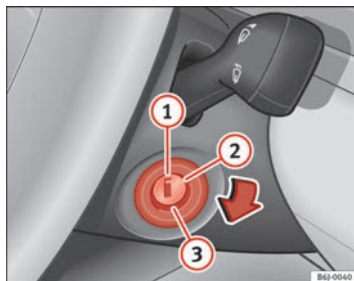

Fig. 110 Posizioni della chiave di accensione ▶
In questa posizione ⇒ **fig. 110** sia il motore che il quadro sono spenti e si può inserire il bloccasterzo.
- Girare la chiave fino alla posizione ⇒ **fig. 110 ②**. La spia  si accenderà nel caso di preincandescenza del motore.
- Quando la spia si spegne, mettere in moto girando la chiave nella posizione **③**, senza dare gas.
- Girare la chiave fino alla posizione ⇒ fig. 110 ①.